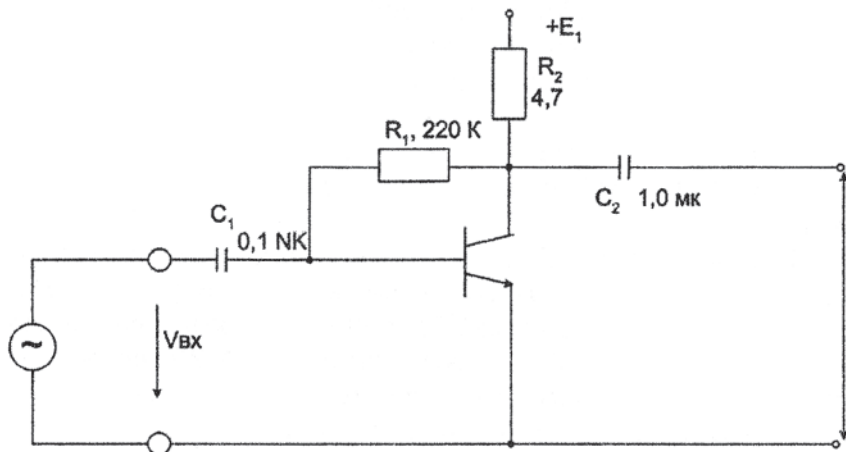

Рис. 7
1. Исследовать усилитель электродинамического микрофона и собрать схему усилителя (рис. 7).